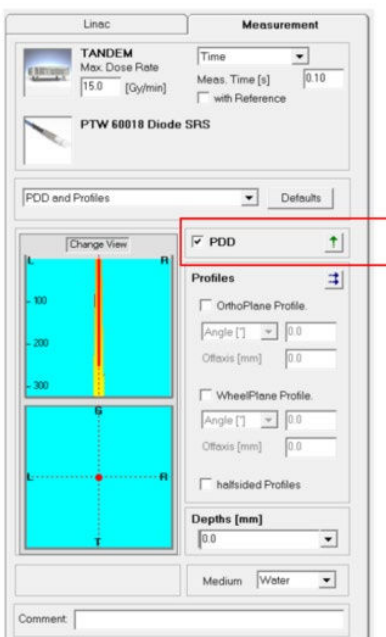

図 1-17. PDD の選択
- e. Measurement タブで、以下のように情報を入力します。PDD のみが選択され、矢印が上向きになっていることを確認します（図 1-17 を参照）。